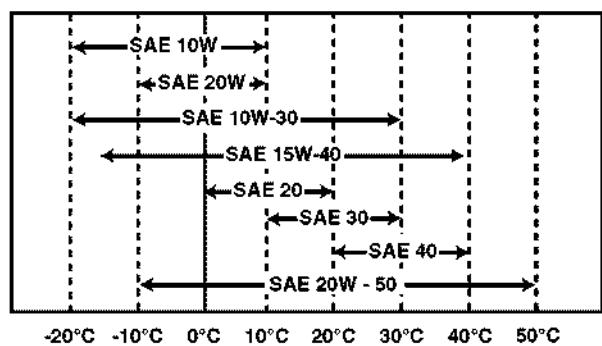

Рис. 46
- Необходимая вязкость масла определяется исходя из температурных условий, в которых будет эксплуатироваться двигатель. См. таблицу вязкости по SAE (Рис. 46).
Определите подходящую вязкость масла исходя из температурных условий, в которых будет эксплуатироваться двигатель, из таблицы вязкости по SAE (Рис. 46).